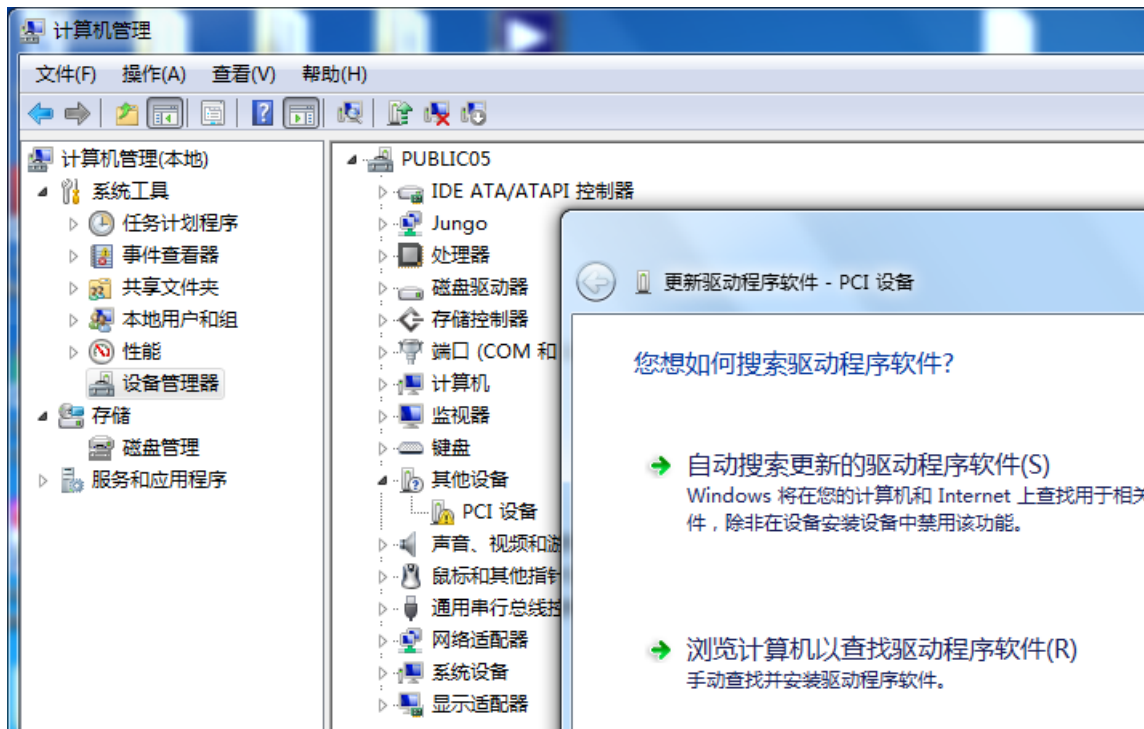
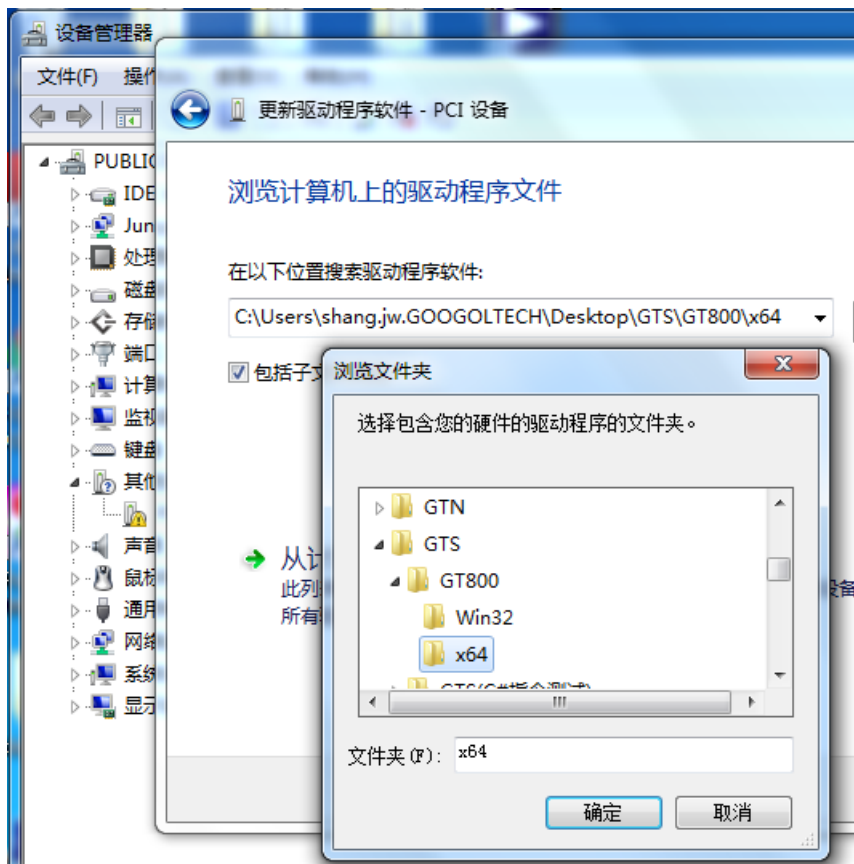

图 2-12 运动控制卡驱动程序安装界面 2
图 2-13 运动控制卡驱动程序安装界面 3
- (2) 将驱动程序下载后解压，示例中将驱动程序解压到桌面...\GTS\...中。。
- (3) 右击【PCI设备】，点击【更新驱动程序软件】，显示界面如图2-12所示。
- (4) 在图2-12所示的界面中，点击【浏览计算机以查找驱动程序软件】，在弹出的界面中点击【浏览】，找到驱动程序所在的位置（本电脑为64位操作系统，故安装64位驱动程序，若用户电脑为32为操作系统，则安装相应的32位驱动程序），选中后点击【确定】，如图2-13所示。
- (5) 在找到驱动程序所在位置之后，在图2-13所示的界面中点击【下一步】，弹出如图2-14所示的提示界面，勾选“始终信任来自‘固高科技（深圳）有限公司’的软件（A）”后，点击【安装】按钮，驱动安装过程中如图2-15所示。